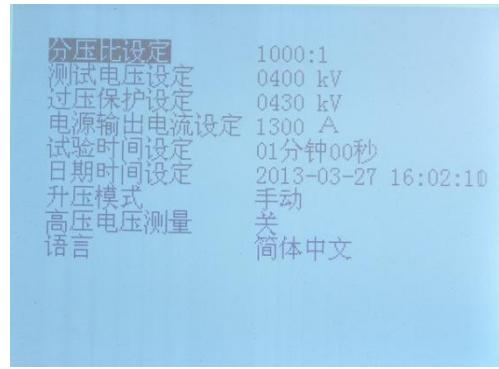

图 27 变频电源装置设定自动升压菜单
8.2.1 在启动系统前，按【菜单】按钮进入【系统设置界面】选项（见图 27），将【升压模式】改为【自动】，然后退出菜单。对于试验电压比较低的试验（例如  $10\text{kV}$  电缆进行交流耐压试验），测试电压低，建议不要采用自动升压。